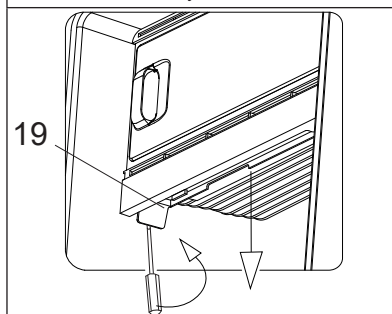

Рисунок 12
2. Для моделей Бирюса 6, 10 выведите из зацепления с корпусом холодильника выступы слева и справа блока освещения 19 и движением вниз снимите его (см. рисунок 12).